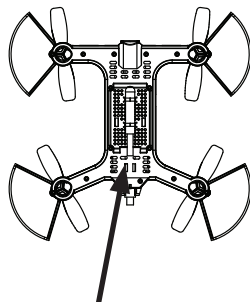

Fig. 10
- L'emplacement du port à carte micro SD est indiqué sur l'illustration de la Fig. 10.
- Pour prendre une photo, faites un appui bref sur le bouton de la caméra (5) de l'émetteur ; une LED clignote, indiquant que la photo a bien été prise.